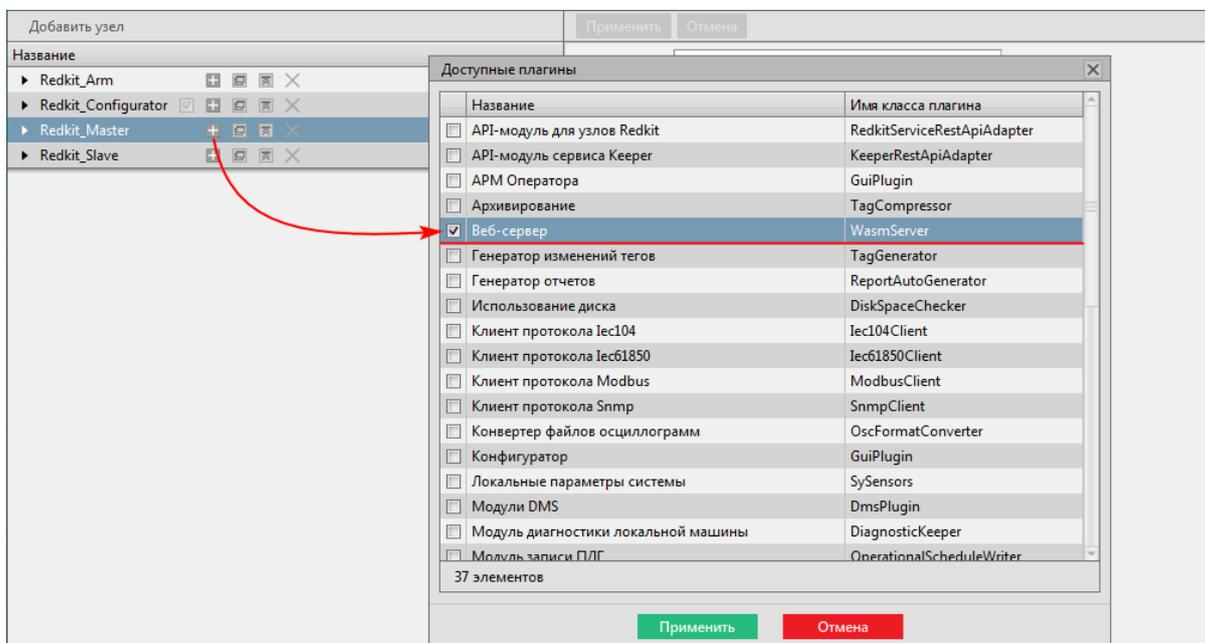

Рисунок 506 - Модуль «Веб-сервер»
4. У узла *Redkit\_Master* нажмите на **+** и выберите модуль **Веб-сервер** (Рисунок 506).